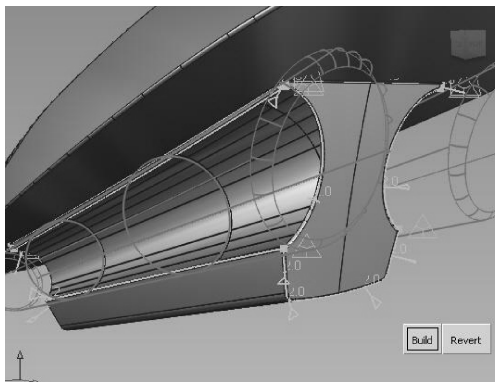

图 10-28 剪裁曲面并倒角
- 13 选择【Intersect】工具&【Trim】工具, 把连接部件与车尾部件及烟囱相交的部分剪裁掉, 然后适当倒角, 如图 10-28 所示。